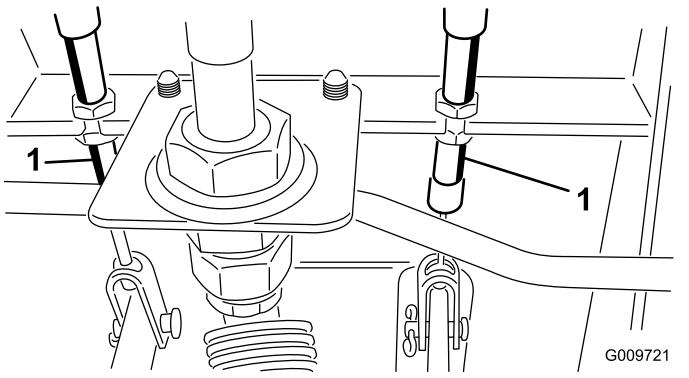

Figura 81
- Afloje la tuerca delantera del extremo roscado del cable de freno (Figura 81).